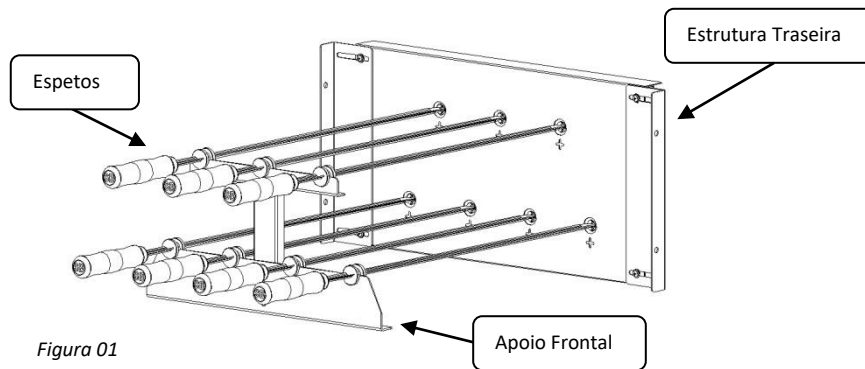

Figura 01
1. Sua Churrasqueira Rotativa SB é composta de Espetos, Apoio Frontal e Estrutura Traseira, identificadas na figura 01 abaixo.